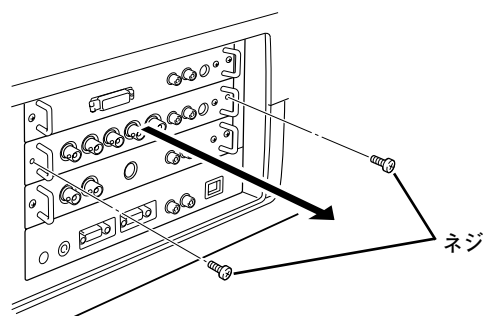

図1. 接続端子の外しかた
- 1 交換する接続端子のネジ2本を外します。(図1参照)
- 2 接続端子の両側のハンドルを持ち、接続端子をプロジェクタ本体から引き出します。(図1参照)